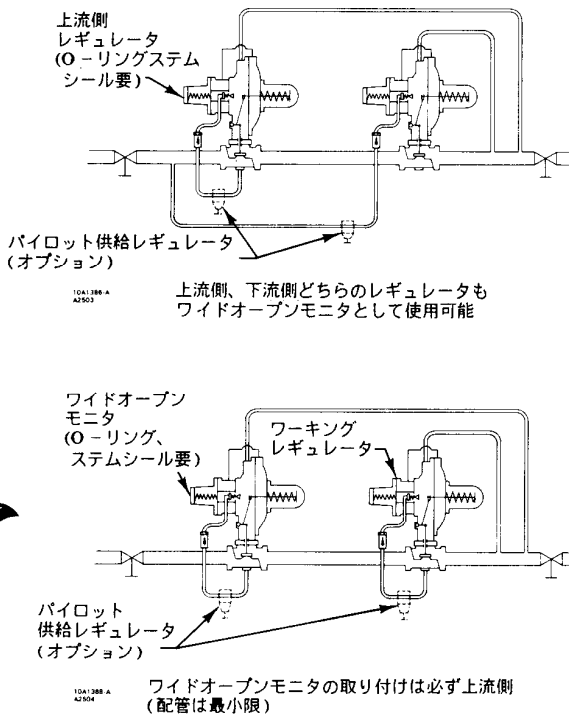

図9. 代表的なワイドオープンモニタ取り付け
- **ワイドオープンモニタ** — 上流側レギュレータのコントロールラインは2段階目のレギュレータの下流側に接続されているので(図9)、通常作動中モニタリングレギュレータはワーキングレギュレータで減圧されたガスを通すため全開状態にあります。ワーキングレギュレータが故障して開いた場合のみワイドオープンモニタリングレギュレータはワーキングレギュレータより僅かに高い設定圧力でコントロールします。